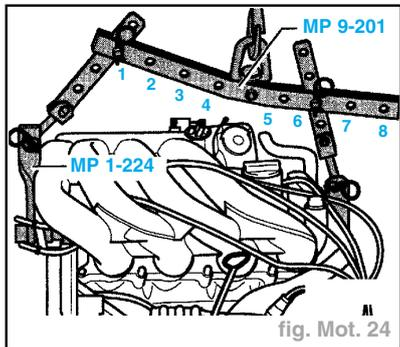

fig. Mot. 24
- Accrocher le dispositif de suspension MP 9-201 comme suit et le soulever légèrement au moyen de la grue d'atelier (par exemple V.A.G. 1202A) (fig. Mot. 24).